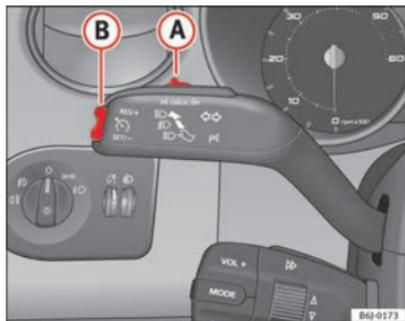

Abb. 111 Blinker- und Fernlichthebel: Schalter und Wippe für die Geschwindigkeitsregelanlage
- Drücken Sie den unteren Teil der Wippe **SET** ⇒ Abb. 111 **B** einmal kurz, wenn die zu speichernde Geschwindigkeit erreicht worden ist.